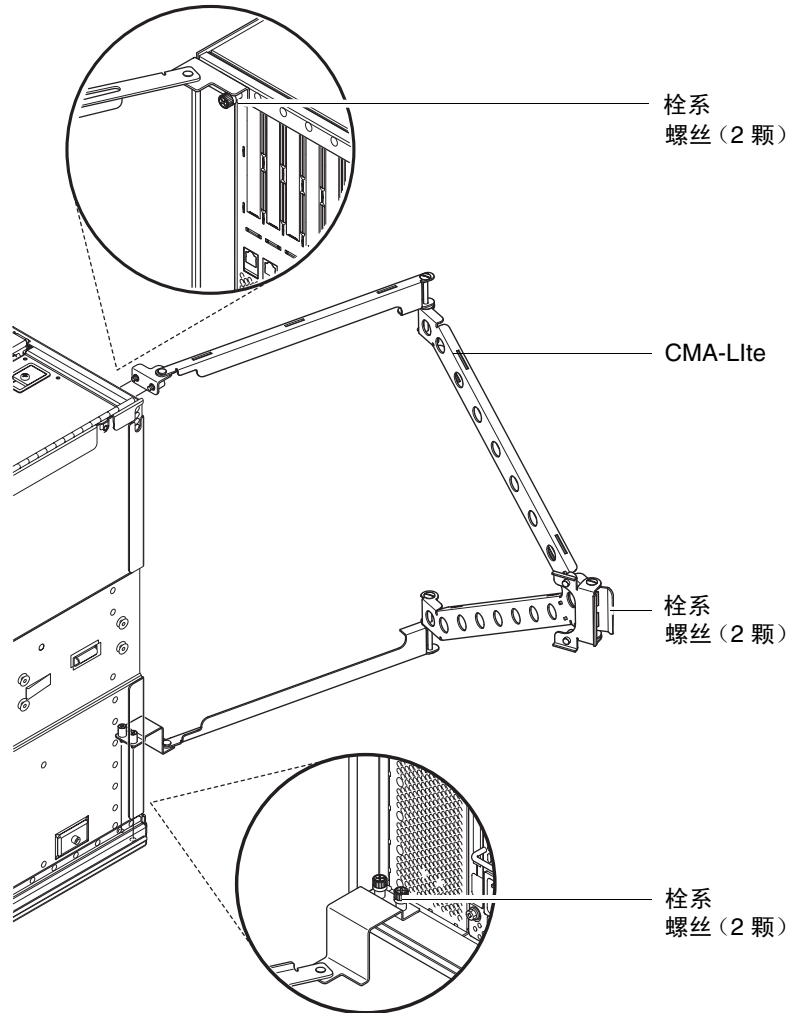

图 1-14 CMA-Lite 电缆管理臂
1. 使用两颗栓系螺丝将上臂末端的转轴固定到系统的后上部（图 1-14）。